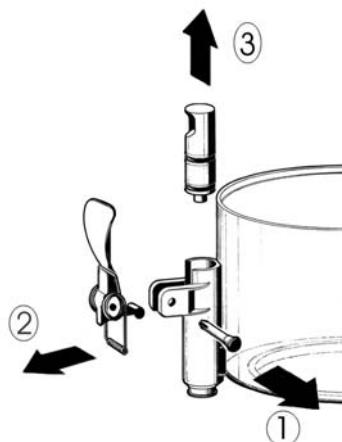

Bild 1
- 3** Den Hahn in der angegebenen Reihenfolge zerlegen (siehe Abbildung 1).
3 Den Hahn an den Behälter anbauen; dabei mit Bezug auf die Zerlegung in der umgekehrten Reihenfolge vorgehen (siehe Abbildung 1).